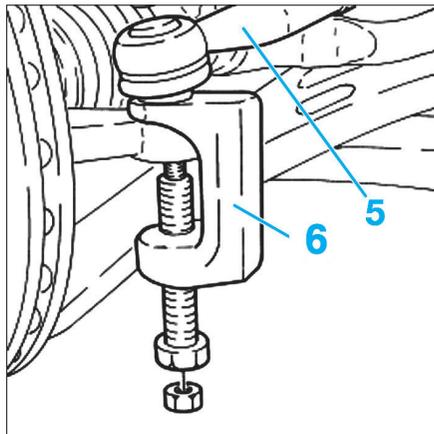

Fig. 3
- l'écrou de fixation de la rotule de direction (5) (**Fig.3**).
- Extraire la rotule de direction (5) du pivot à l'aide de l'extracteur (6).